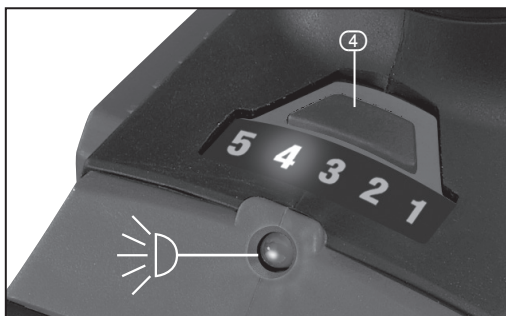

FIG. 3
6.3 ADJUSTABLE TORQUE CONTROL – FIG.3